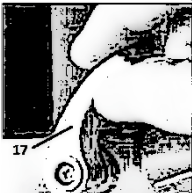

Рисунок 3
2.2.1 Загальний вид виробу наведений на рисунку 1. Конструкція виконана на основі однофазного колекторного двигуна змінного струму з несучим корпусом. Корпус складається з основної пластикової частини, в якій розташована верхня опора ротора, електрична частина виробу, рукоятки керування (3,11) та несучої металеві частини (4). Несуча частина корпусу включає передню опору ротору та забезпечує робочий рух виробу у вертикальній площині по 2-м циліндричним направляючим з можливістю фіксації важелем (17, рис. 3). Пластиковий корпус має верхню кришку з вентиляційними отворами (15). Корпус (4) несе механізм обмежувача глибини фрезерування в складі упору з шкалою (12), механізму точного регулювання (13), фіксатора обмежувача глибини фрезерування з маховичком (10). Вертикальні направляючі закріплені на базовій металевій опорі виробу, на якій також розташований поворотний 7-ступеневий упор обмежувача глибини фрезерування, приєднувальні гнізда з фіксаторами (5) для направляючих додаткового упору та захисний кожух зони різання (6). Вал ротору двигуна одночасно є шпинделем з кнопкою блокування (8) до якого приєднується змінний цанговий патрон (7).
- послабити важіль фіксації глибини фрезерування (17, рис. 3);
- зафіксувати налаштовану глибину фрезерування важелем (17, рис. 3).
4.2.2 Послабте важіль фіксації налаштування глибини фрезерування (занурення фрези) (17, рис. 3).
4.2.4 Надійно закріпіть важіль фіксації налаштування глибини фрезерування (17, рис. 3), повернувши його у положення фіксації.